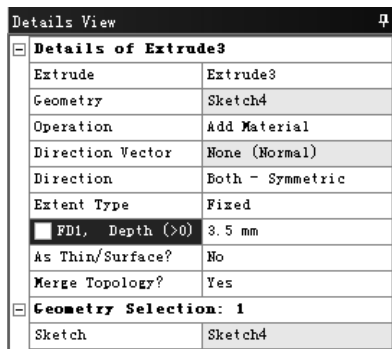

图 3.9.21 “Details View”对话框
(2) 在工具条中单击  **Extrude** 按钮，弹出图 3.9.21 所示的“Details View”对话框，使用草图 4 作为截面，在 **Operation** 下拉列表中选择 **Add Material** 选项，在 **Direction** 下拉列表中选择 **Both - Symmetric** 选项，在 **FD1, Depth (>0)** 文本框中输入数值 3.5，其他采用系统默认设置值。单击工具条中的  **Generate** 按钮，完成拉伸特征 3 的创建。